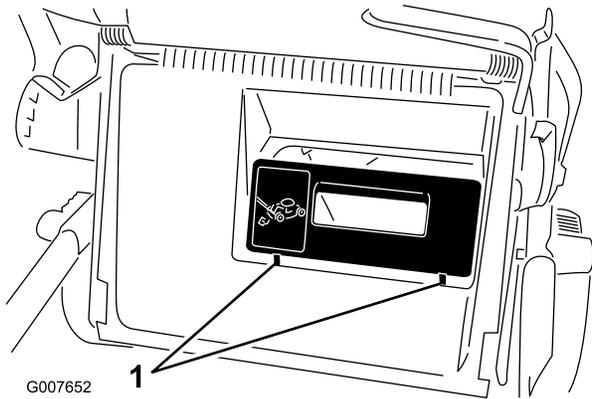

Figure 24
**Important:** Vérifiez que l'obturateur de l'éjecteur arrière est bien en place. Soulevez le déflecteur d'éjection et cherchez les 2 languettes situées devant l'obturateur (Figure 24). Si vous ne les trouvez pas, appuyez fermement sur l'obturateur jusqu'à ce qu'il s'enclenche en position.